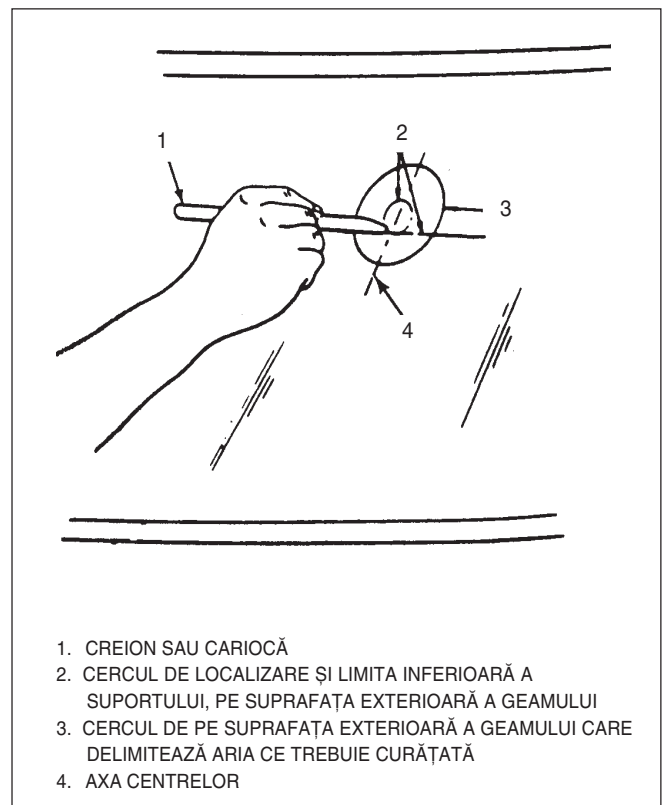

Fig. 15 Determinarea locului suportului oglinzii
- Se marchează această poziție pe exteriorul geamului cu creionul sau carioca. Se trasează un cerc de diametru mare în jurul cercului unde se va fixa suportul oglinzii, pe partea interioară a geamului (fig. 15).